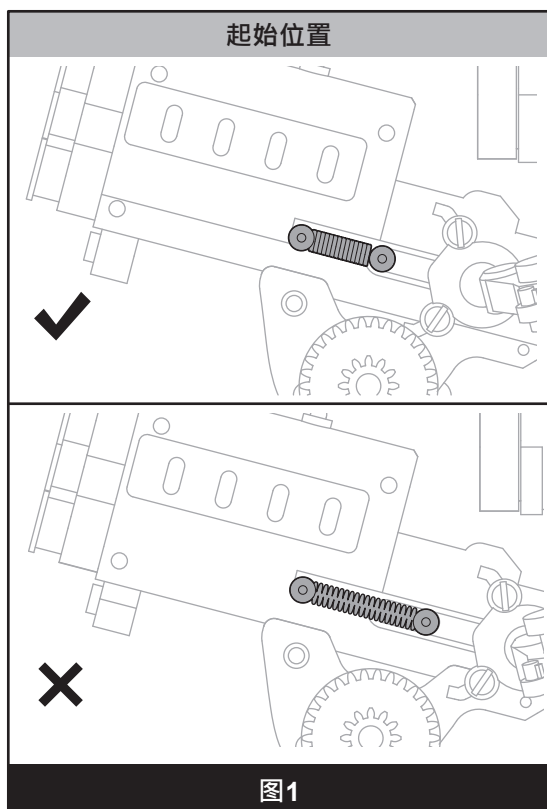
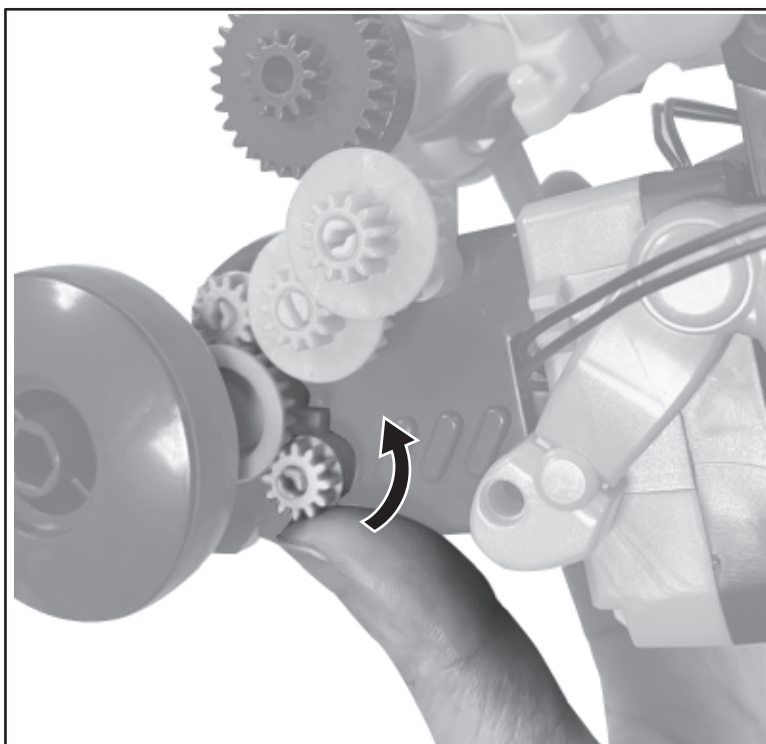

图1
图2
8. 如狙击神射手的弹簧在射击后无法回到射击位置(见下图1)，请逆时针推转齿轮(见下图2)